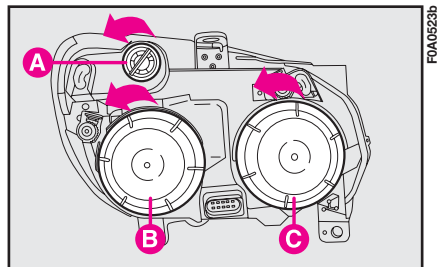

fig. 18
1) Rimuovere il coperchio di protezione **C-fig. 18** ruotandolo in senso antiorario;
1) Rimuovere il coperchio di protezione **B-fig. 18** ruotandolo in senso antiorario;
1) Rimuovere il coperchio di protezione **B**-fig. 18 ruotandolo in senso antiorario;
1) Ruotare il portalamпада **A**-fig. 18 ed estrarlo.